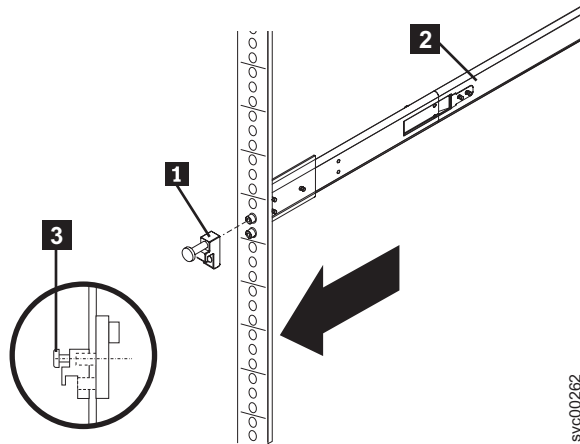

図 74. ラッチ受け座をレール前面から取り外す方法
2. 419 ページの図 74に示すように、拘束ねじ **3** を右側レール **2** の前面で緩めて外してから、ラッチ受け座 **1** を除去します。同じ方法で左側レールの前面からもう一方のラッチ受け座を取り外します。